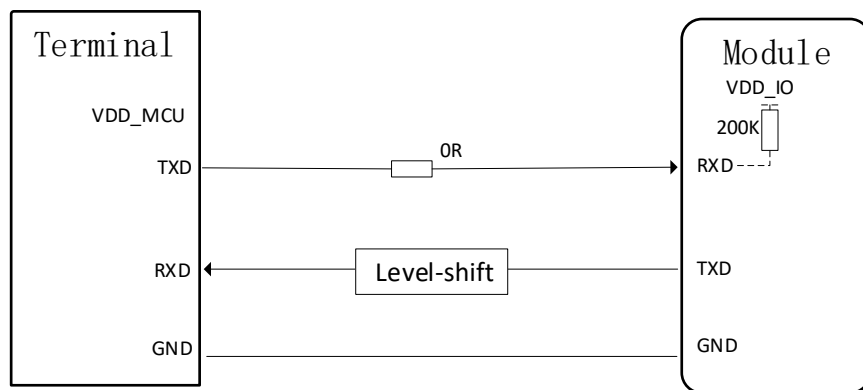

图 3-10 主控电平 3.3V/5V 的转换参考电路
- ◆ 为避免 USIM\_DATA 和 USIM\_CLK 之间的信号相互串扰，两者布线不能太近，在两条走线之间需增加地屏蔽，同时为了避免走线过长带来的影响，USIM\_DATA 一般需要增加电阻上拉到 USIM\_VDD，由于模块内部已经内置上拉电阻（阻值 10K）到 USIM\_VDD，因此外部可不加（图 3-10 中用虚框标识）。此外，USIM\_RST 信号也需要地保护。